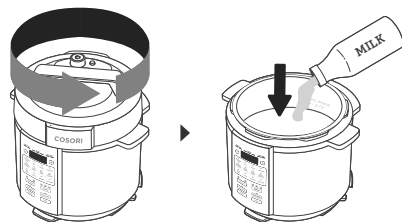

Figura 7.1
1. Gire la tapa en sentido contrario a las agujas del reloj y levántela para abrirla. Añada la leche a la olla interior. [Figura 7.1]